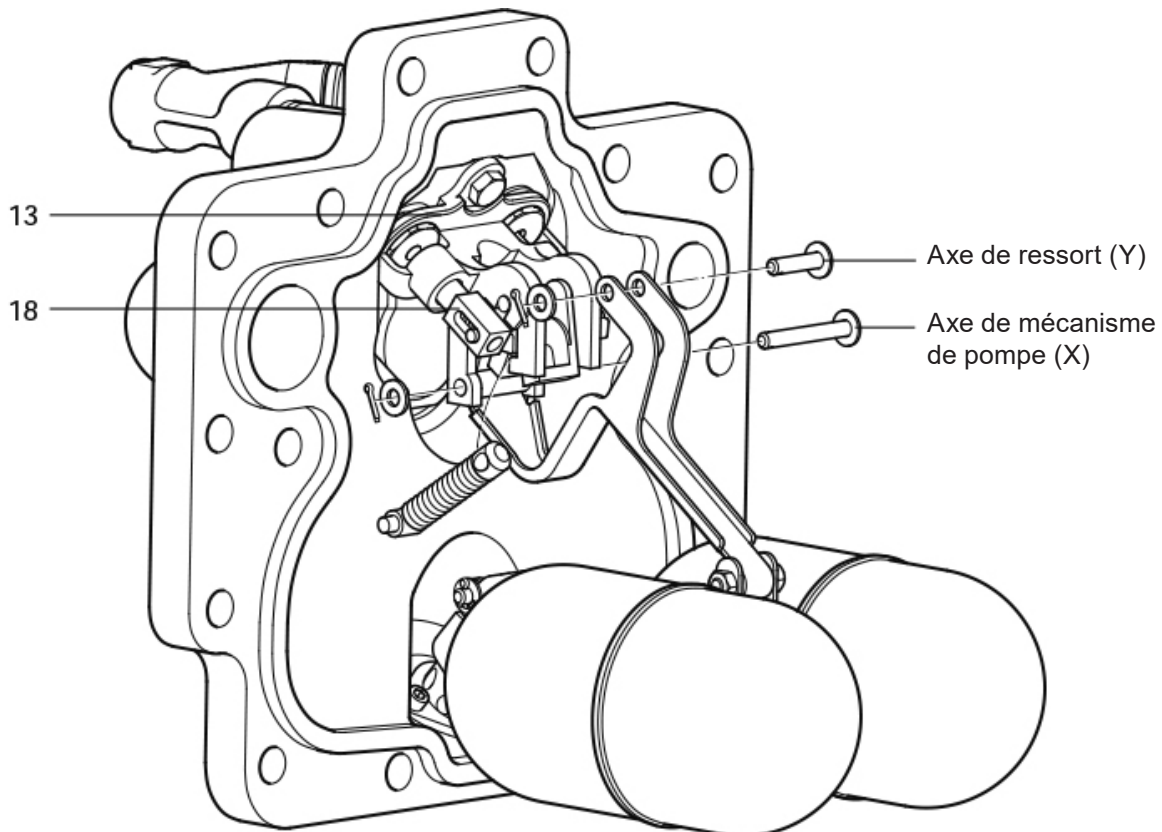

Fig. 28 - APT14
17. Reconnecter la ligne d'alimentation vapeur motrice et la ligne d'échappement respectivement sur les orifices repérés (S) et (E). L'APT 14, l'APT14HC ou l'APT14SHC est maintenant prêt pour une remise en service.
18. S'assurer que le filtre d'alimentation motrice Spirax Sarco (avec une mesh 100) est bien raccordé à l'alimentation motrice (Rep. 28, Figure 28).
15. Pour enlever la soupape d'échappement (rep. 18), retirer les axes (X et Y) après avoir déposé les goupilles et les rondelles (Fig. 28).
Nota : Le mécanisme se règle automatiquement. Si après l'assemblage, le mécanisme ne fonctionne pas correctement, vérifier que toutes les pièces ont été assemblées et alignées comme sur la fig. 28.